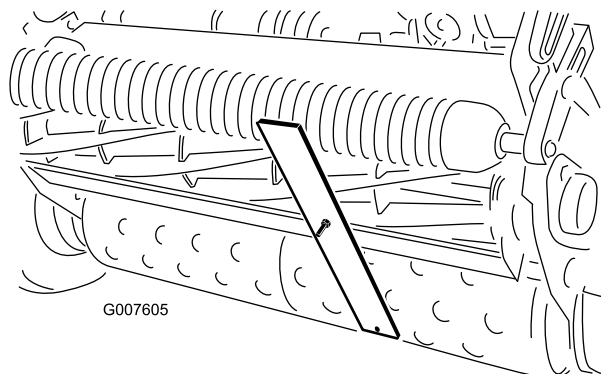

Figura 51
4. Prenda a cabeça do parafuso à extremidade cortante da lâmina de corte e apoie a extremidade traseira da barra no rolo traseiro (Figura 51).